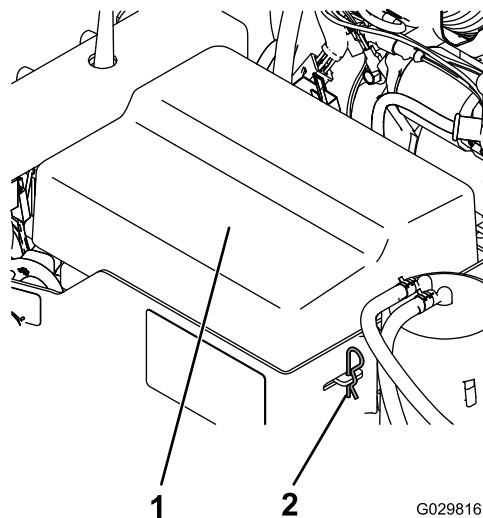

Figura 3
1. Rimuovete le 2 coppie che fissano il coperchio della batteria al vano batteria, e rimuovete il coperchio (Figura 3).
6. Montate il coperchio della batteria sul vano batteria e fissate il coperchio con 2 coppie (Figura 3).